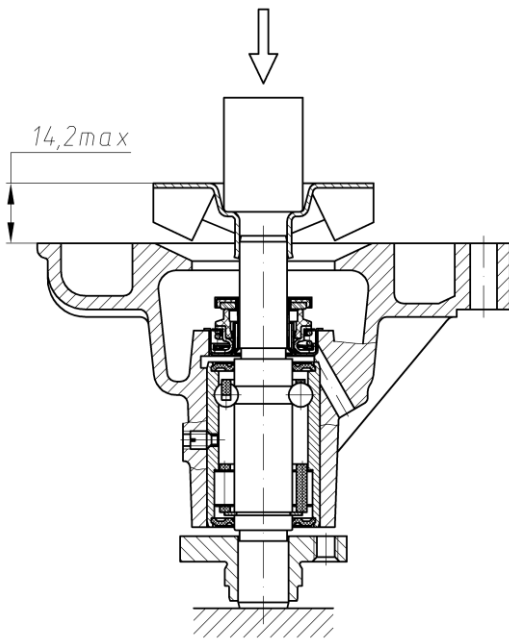

Рис.82. Напрессовка крыльчатки водяного насоса
– напрессовать крыльчатку на валик подшипника, выдержав размер между торцом крыльчатки и торцом корпуса насоса не более 14,2 мм (рис.82). **Не допускается прикладывать усилие запрессовки к обратным сторонам лопастей во избежание их деформации;**